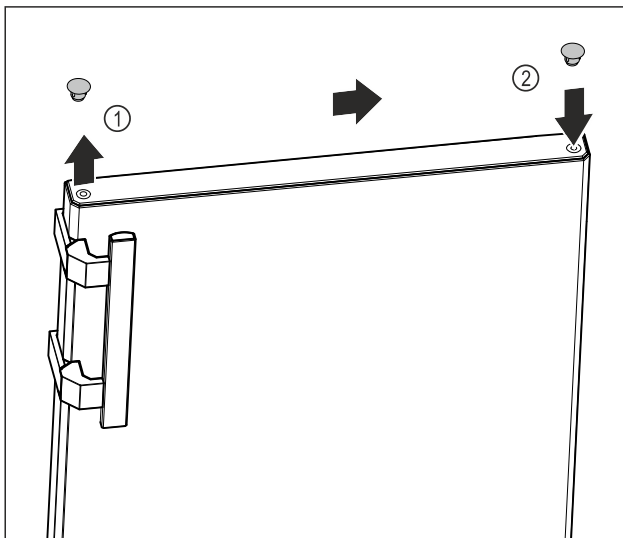

Fig. 18
- ▶ Ngrini lart me kujdes tapat mbuluese të anës së derës Fig. 18 (1) me një kaçavidë me kokë petë.
- ▶ Vendosni tapat mbuluese në anën e kundërt. Fig. 18 (2)